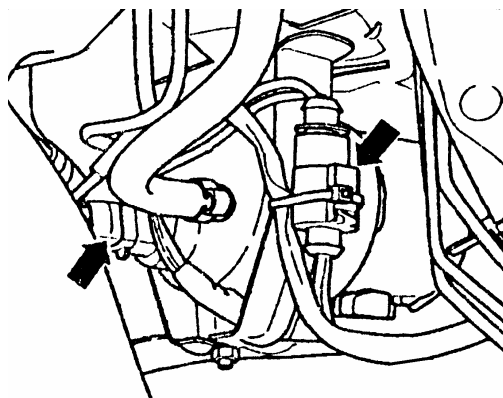

图 13-17 断开插头
- (1) 查取防盗收录机编码，关闭点火开关，断开蓄电池。
- (2) 举升起汽车，拆下左前轮。拆下左前轮衬板。
- (3) 如图 13-17 所示。松开插头（箭头所示）。